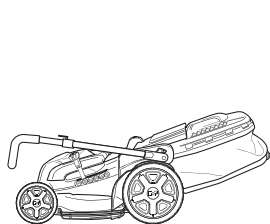

Fig.18
- > Répétez les étapes 1 et 2 pour faire pivoter le guidon en position de rangement (Fig.18).